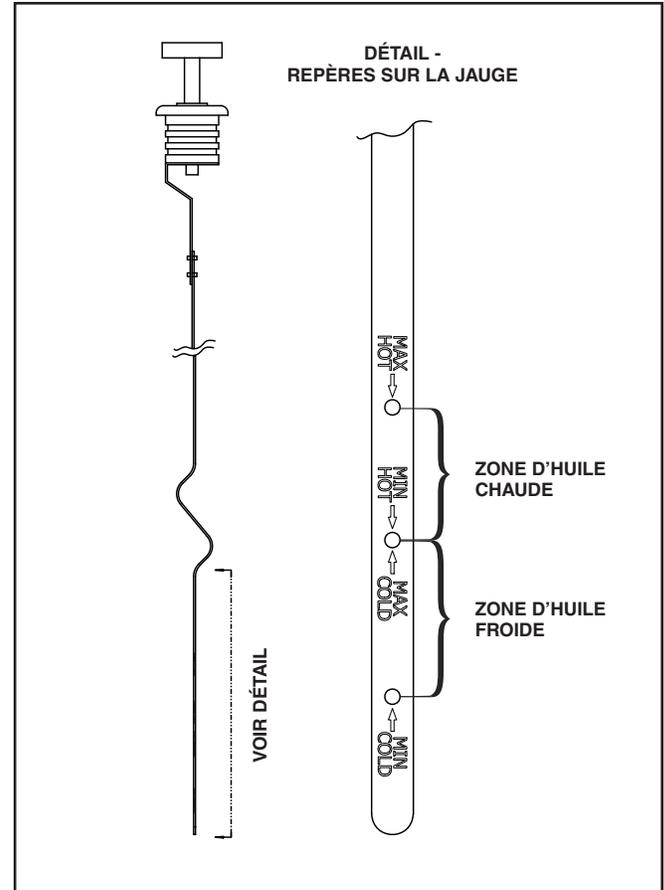

Figure 4 - Jauge de niveau d'huile
1. Opérer le véhicule en mode **DRIVE (D)** jusqu'à ce que la température de l'huile atteigne 80 °C à 90 °C (180 °F à 195 °F).
3. Régler la transmission au **POINT MORT (N)**. Faire tourner le moteur à environ 1200 à 1500 tr/min pendant 15 à 20 secondes. Ensuite, faire tourner le moteur au ralenti (environ 750 tr/min).
- Après 2 minutes d'opération au ralenti (temps requis pour laisser l'huile s'écouler dans le carter), vérifier le niveau d'huile avec la jauge. Le niveau d'huile doit se situer entre le repère inférieur et le repère supérieur de la **ZONE D'HUILE CHAUDE**. Voir Figure 4.
- Régler la transmission au **POINT MORT (N)**. Faire tourner le moteur à environ 1200 à 1500 tr/min pendant 15 à 20 secondes. Ensuite, faire tourner le moteur au ralenti (environ 750 tr/min) jusqu'à ce que la température de l'huile atteigne environ 30 °C (85 °F).
- Vérifier le niveau d'huile. Le niveau d'huile doit se situer entre le repère inférieur et le repère supérieur de la **ZONE D'HUILE FROIDE**. Voir Figure 4.
- Démarrer le moteur et sans attendre, pendant que le moteur tourne au ralenti, ajouter lentement de l'huile de transmission pour faire l'appoint du système jusqu'à ce que le niveau d'huile se situe dans la **ZONE D'HUILE FROIDE** (voir Figure 4). Ainsi, on s'assure qu'il y a suffisamment d'huile pour pouvoir amener la transmission à sa température de fonctionnement, point où le niveau d'huile pourra être ajusté de façon appropriée.